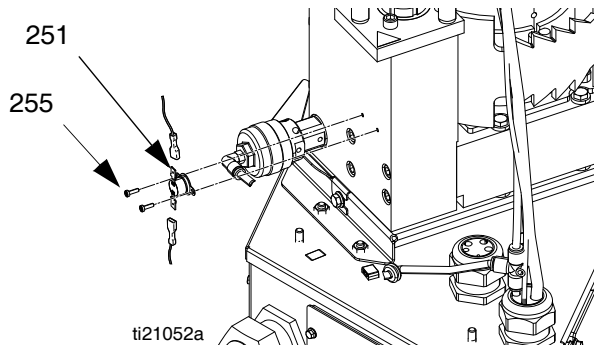

图 41
11. 将绝缘体 (53、75) 安装到熔化器组件 (5) 上。
12. 把接地线环形端子 (87) 和接地螺丝 (88) 接到熔化器组件 (5) 上。
13. 连接接线器至过热开关 (251)。参见图 41 (第 69 页)。
14. 使用螺母 (3) 安装金属护罩 (27)。
15. 使泄压阀空气管 (36) 通过金属护罩，然后将气管连接到泄压阀 (245) 上。
16. 将前检修门 (10) 安装在电气外壳 (1) 上。
10. 断开接线器和过热开关 (251)。参见图 41 (第 69 页)。
11. 将电缆拉出电气外壳后丢弃传感器 (125) 和电线。
1. 用新线束穿过电气外壳顶部的橡皮环 (63)。
2. 连接接线器至过热开关 (251)。参见图 41 (第 69 页)。
3. 将带式加热器温度传感器 (125) 放入熔化器中。
4. 拧紧螺丝 (AA)。
拆卸（参见图 41）：
重装（参见图 41）：